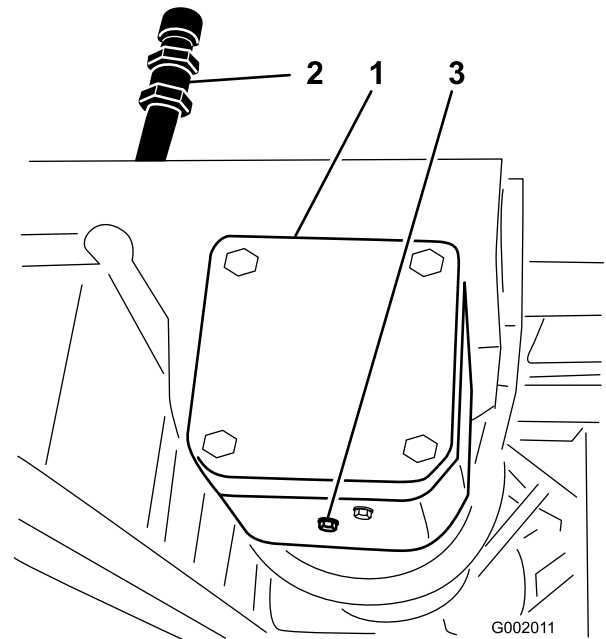

図 70
2. ドレン・プラグの下にオイルを受ける容器をおく(図 70)。
3. 補給口プラグとドレン・プラグを取り(図 70)、排出されるオイルを容器で回収する。